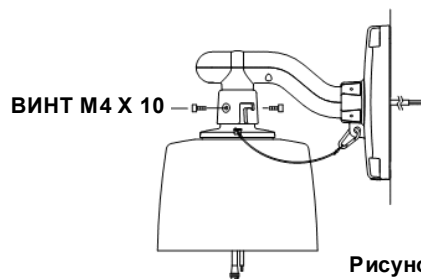

Рисунок 47.
- а-3 Подсоедините предохранительный провод 1 кронштейна термокожуха к кронштейну настенного крепления и затяните соединяющие кронштейны винты M4 X 10 (Рисунок 47).